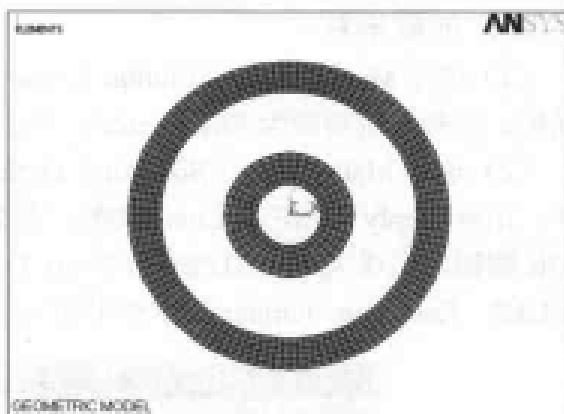

图 11-40 网格划分结果显示
(17) 选择 Utility Menu | File | Change Title 命令, 出现 Change Title 对话框, 在文本框中输入 ELEMENT IN MODEL, 单击 OK 按钮关闭该对话框。
(18) 选择 Utility Menu | Plot | Elements 命令, ANSYS 显示窗口将显示网格划分后的结果, 如图 11-40 所示。
(19) 选择 Utility Menu | Select | Everything 命令。